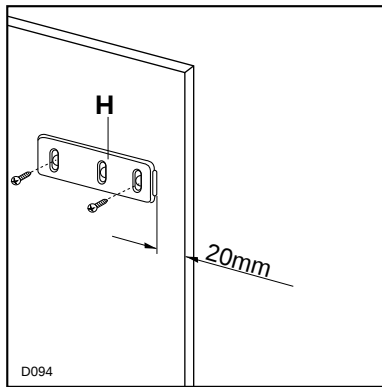

Fig. 8
Zet de geleiders (H) op de binnendeur van het meubel, bovenaan en beneden, (zie Fig. 8) en teken de punten van de buitengaatjes. Daarna schroef de geleiders vast